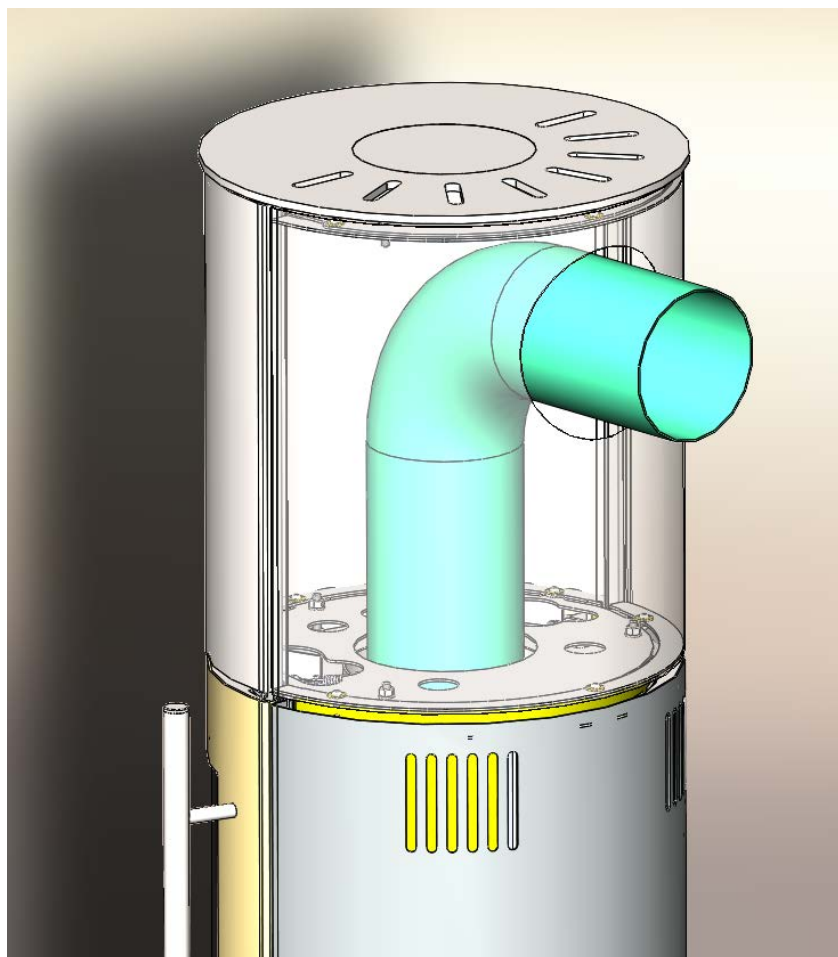

Abbildung 2 Installation des Rauchabzugsanschlusses
3. Abbildung 2 Austausch des Deckels am Boden des Kamins für den Außenluftanschluss	Seite 5
Der Kamin bietet die Möglichkeit, eine externe Luftzufuhr anzuschließen. Dafür wird ein flexibles Aluminiumrohr mit einem inneren Durchmesser von $\varnothing 150$ und eine entsprechende Schelle benötigt. Die externe Luftzufuhr wird empfohlen, wenn sich der Kamin unter ungünstigen Betriebsbedingungen befindet (Tabelle 2), sowie zur Steigerung der Effizienz (Für einen ordnungsgemäßen Betrieb des Kamins ist eine Luftzufuhr erforderlich. Wenn Raumluft verwendet wird, muss das Fenster häufiger geöffnet werden). Die Anschlussdarstellung an die externe Luftzufuhr ist in Abbildung 2. , 3. und 4. zu sehen. Der Anschluss kann durch den Boden des Raumes oder durch die Wand erfolgen.